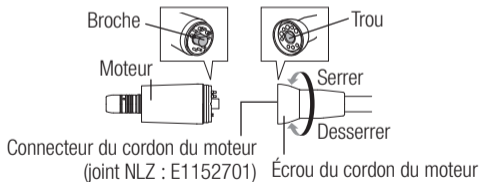

Figure 1.
- 1 Aligned et insérez fermement la broche du moteur dans les trous de la broche du connecteur du cordon du moteur, et fixez fermement l'écrou du cordon du moteur. (Figure 1.)